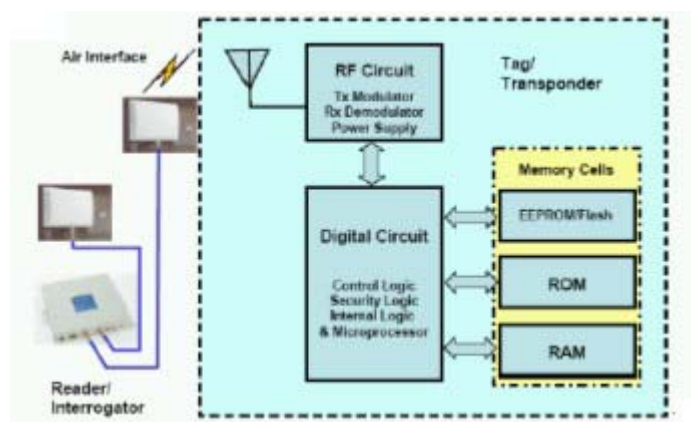

图 1 Tag 的基本结构
- 电子卷标/卡(Transponder; Tag)：分为被动与主动两种结构如图 1 所示，如表 1 所示主要负责除存被识别物的相关资料，如品号，品名，规格等等，可以藉由读取器来侦测，另外于表 2 所示则为频率与 Tag 的关系及被使用的特性。